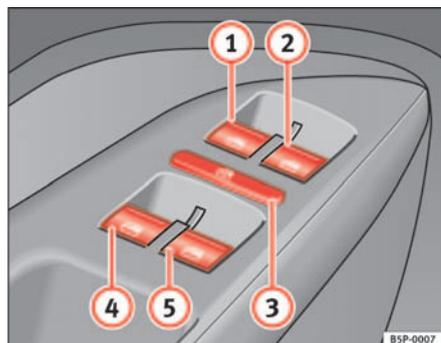

Fig. 69 Détail de la porte du conducteur : commandes d'ouverture et de fermeture des glaces avant et arrière
Les touches ⇒ page 110, fig. 69 ① et ② disposent de deux positions pour l'ouverture des vitres et de deux autres pour leur fermeture. Il est ainsi plus simple de contrôler les processus d'ouverture et de fermeture.